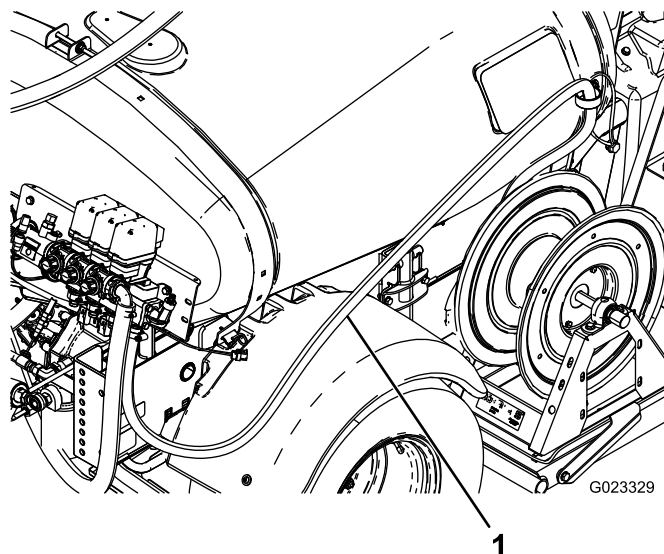

Figura 12
6. Inserite il flessibile di alimentazione dell'avvolgitubo come mostrato in Figura 12 e fissatelo all'avvolgitubo con una fascetta stringitubo.